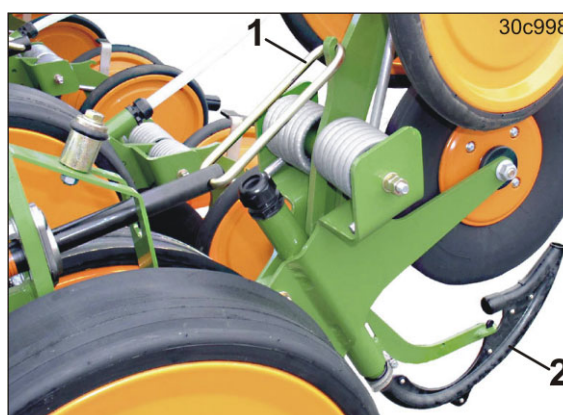

Fig. 271
4. Relevez les roues de rappui et accrochez-les à l'étrier (Fig. 271/1).
5. Eliminez le bourrage dans le tube (Fig. 271/2), si nécessaire démontez le tube pour le nettoyer.